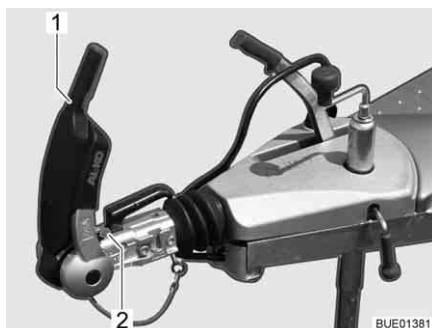

Bild 203 Indikering friktionsbelägg fram och bak
- Öppna stabiliseringshandtaget (Bild 203, 1).
Kontrollen sker med hjälp av indikeringen framför kopplingshandtaget (Bild 203, 2).